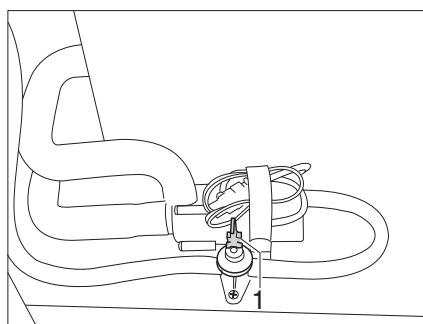

Fig. 188 Robinet de vidange
- Fermer le robinet de vidange. Placer le levier à bascule (Fig. 188,1) en position horizontale.
- Ouvrir le robinet de vidange (Fig. 188). Pour cela, placer le levier à bascule (Fig. 188,1) en position verticale. Le chauffe-eau est vidé à l'extérieur par le biais du robinet de vidange.